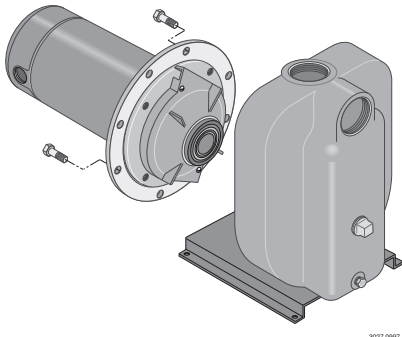

FIGURA 11 - DESLICE EL MOTOR DE VUELTA A SU LUGAR
5. Retire los tornillos de cabeza que sujetan la placa de sellado al cuerpo de la bomba. El ensamblaje del motor y la placa de sellado ahora pueden retirarse del cuerpo de la bomba (Figura 11).